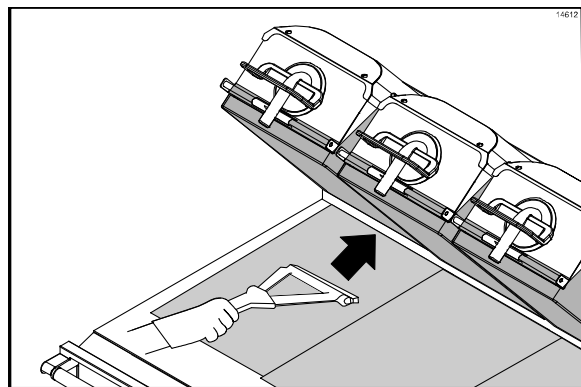

Abbildung 28
1. Die untere Trennfolie mit dem Gummi-Abzieher von vorne nach hinten abstreifen. (Siehe Abbildung 28.)